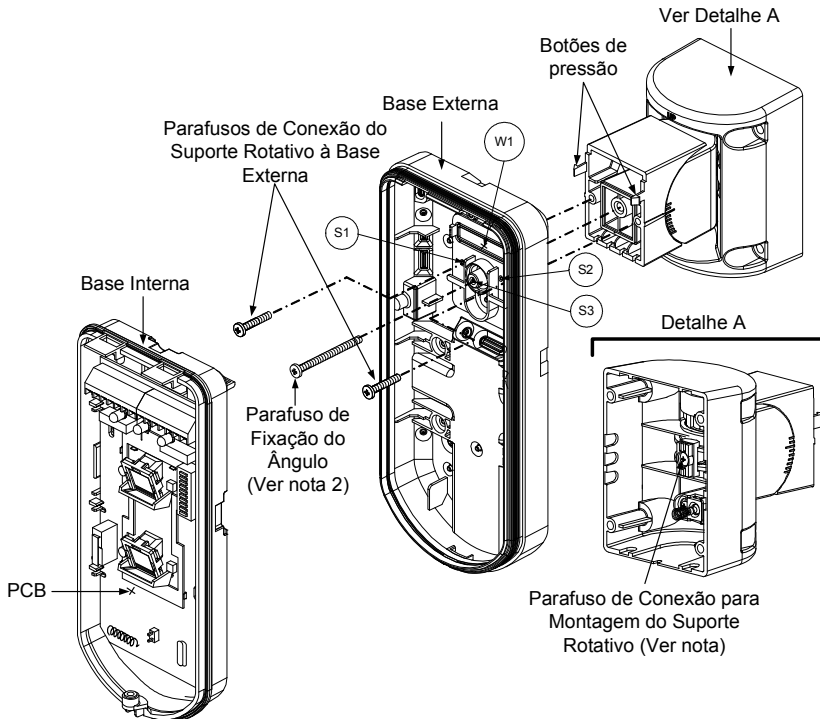

Figura 8
8. Fixe a base externa ao suporte rotativo usando os botões de pressão apropriados (Figura 8).
9. Assegure a base externa ao suporte rotativo com 2 parafusos presos aos furos pré-marcados S1 e S2 (Figura 8).
10. Insira o fornecido parafuso de fixação do ângulo da base externa através do furo pré-marcado do parafuso de fixação do ângulo S3 na base externa ao suporte rotativo standarte (Figura 8).
Quando as marcas nas duas partes móveis estão alinhadas (Figura 8), o Suporte Rotativo Estandarte está na posição vertical / horizontal de 0°. Cada clique a partir desta posição representa um incremento / redução de 5° na posição vertical / horizontal.